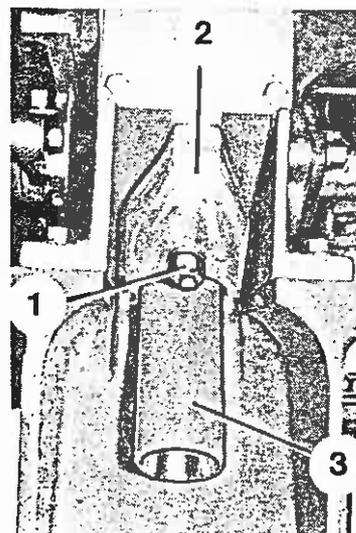

Bild 116
8. Sechskantmutter (Bild 116/1) der Spanngabel (Bild 116/2) lösen, Zylinder festhalten, Spanngabel abnehmen und Zylinder (Bild 116/3) aus dem Dosiergehäuse herausziehen.